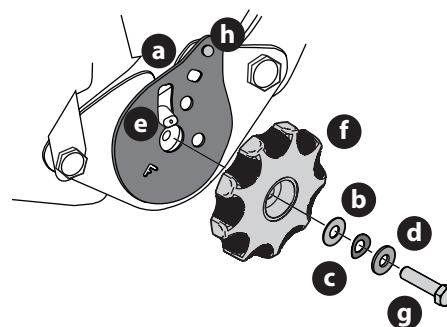

Figure 13
- Retirez l'assemblage du bouton d'inclinaison du sac et installez (Figure 13).
NOTE : veillez à orienter la plaque d'inclinaison (a) et à installer la rondelle en plastique (b), la rondelle élastique (c) et la rondelle métallique (d) (Figure 13). La rondelle en plastique se trouve à l'intérieur.
- Faites glisser la plaque de support du siège (a) sur l'axe du siège (e) (Figure 13).
- Utilisez une clé pour serrer à la main la vis hexagonale (g) jusqu'à ce que le bouton du siège inclinable (f) soit difficile à tourner (Figure 13).
11. Desserrez progressivement la vis hexagonale (g) jusqu'à ce que le bouton d'inclinaison se déplace librement. Ne desserrez pas la vis hexagonale (g) de plus d'un tour complet (Figure 13 à la page 89).
12. Installez fermement l'écrou de 1/4 po sur le goujon à pression (h) et tournez le bouton d'inclinaison pour vérifier le fonctionnement du siège (Figure 13 à la page 89).